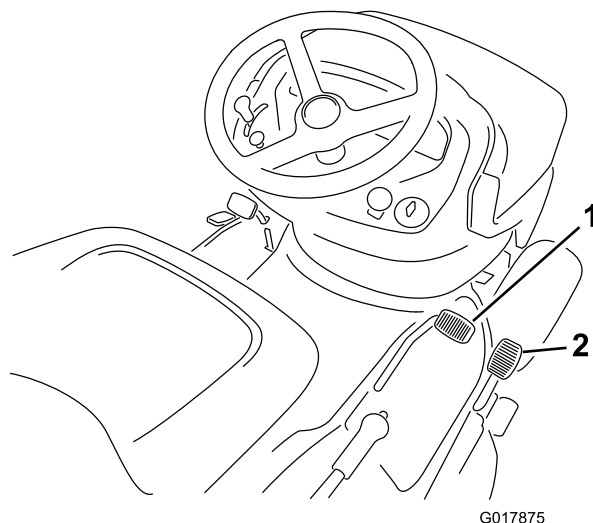

Figura 14
2. Mettete il piede sul pedale di marcia avanti e premete lentamente per spostarvi in avanti (Figura 14).
2. Mettete il piede sul pedale di comando della retromarcia e premete lentamente per spostarvi indietro (Figura 14).